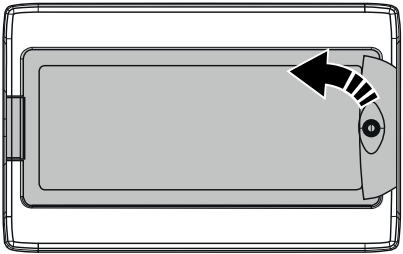

Figur 2 Kabelgenomföringsmallar för apparatskåp
4. Använd en borr eller hålsåg för att borra de hål som behövs i SCS-M2-apparatskåpets undersida med hjälp av hålmallarna. Se illustration *Figur 2*.